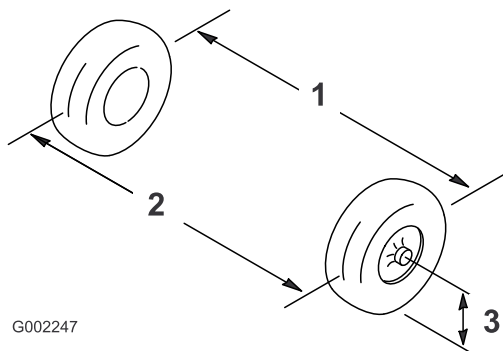

Figura 64
2. Misurate la distanza tra i pneumatici anteriori all'altezza dell'assale, davanti e dietro le ruote (Figura 64).